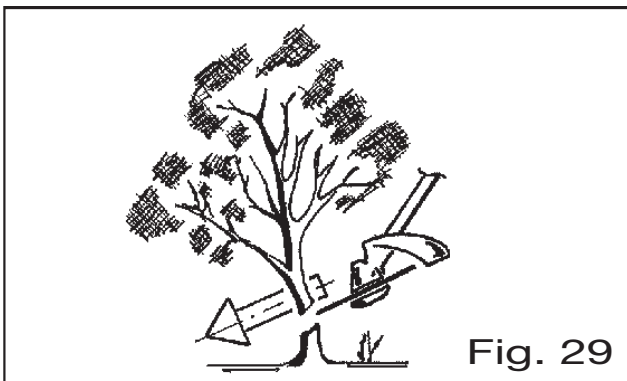

Fig. 29
- Visser la vis de minimum marquée par la lettre "L" (détail 1, Fig. 29) dans le sens des aiguilles d'une montre avec délicatesse, jusqu'à ce qu'elle s'appuie contre la base sans jamais forcer.
- Agissez sur la vis de réglage de la vanne papillon (détail 3, Fig. 29) jusqu'à ce que vous ameniez le moteur à environ 2800 tours/mn. Ce réglage permet de faire tourner au ralenti, à peine au-dessous de l'embrayage de la friction sur la cloche.
- Quand le moteur est allumé et au maximum de son accélération, agissez sur la vis de maximum marquée par la lettre "H" (détail 2, Fig. 29) en l'amenant à 1 tour environ d'ouverture, en la vissant ou en la dévissant jusqu'à ce que vous trouviez le point de régime maximum. Rappelez-vous que quand vous vissez cette vis, la carburation diminue, tandis que quand vous la dévissez, elle augmente.